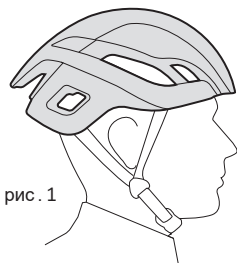

рис. 1
1. Всегда носите велосипедный шлем, отвечающий последним стандартам сертификации и подходящий для выбранного Вами стиля езды. (рис.1) Всегда следуйте инструкции производителя шлема в части его подгонки, использования и ухода за шлемом. Самые серьёзные травмы могут быть предотвращены, если велосипедист использует подходящий шлем.